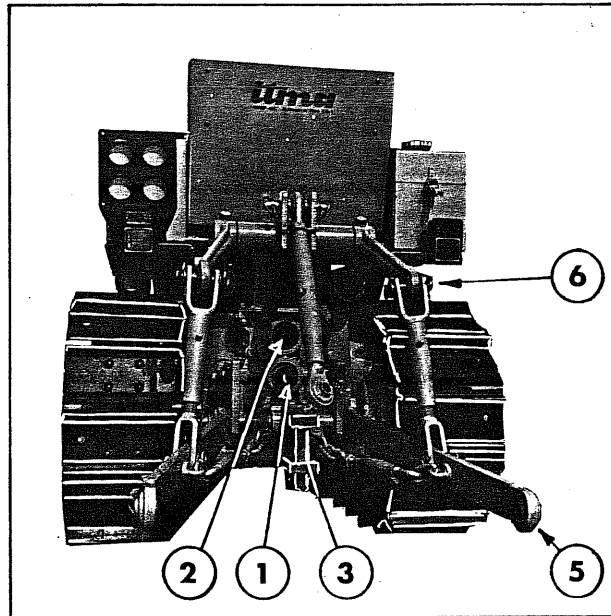

fig. 5
La presa di forza normale (1 fig.5) ruota in senso orario a: 695 giri/1', con motore a regime di potenza max.
La presa di forza veloce (2 fig.5) ruota in senso antiorario alla stessa velocità del motore e serve per applicazioni speciali richiedenti una elevata velocità.
Per il traino degli attrezzi é prevista una barra di traino a forcella (3 fig.5) imperniata anteriormente sotto il corpo trattricee sostenuta posteriormente da una traversa . La barra di traino é libera di ruotare sulla traversa in senso orizzontale , per adattarsi alle condizioni d'attacco degli attrezzi. Può essere fissata nella posizione voluta , mediante apposita spina in dotazione.
-un dispositivo per l'attacco degli attrezzi (4 fig.5) del tipo A tre punti ( a richiesta ) .
Lo sforzo massimo sollevabile all'estremità dei bracci del sollevatore (6 fig.5) in senso verticale è di Kg. 2100
Lo sforzo massimo sollevabile all'estremità dei bracci dell'attacco a tre punti (4 fig.5) in senso verticale è di Kg. 1120